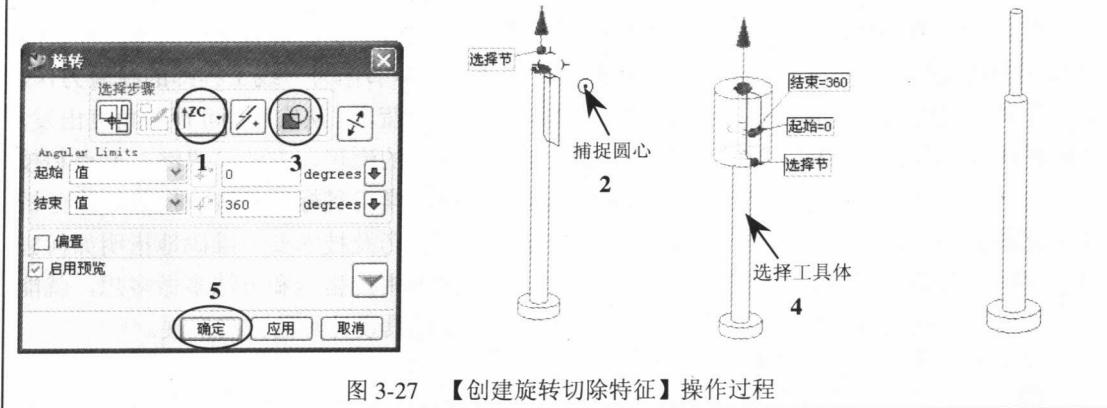

图 3-27 【创建旋转切除特征】操作过程
(10) 选择刚才创建的草图截面，接着在【成形特征】工具条中单击【旋转】按钮，弹出【旋转】对话框，然后根据图 3-27 所示操作过程进行操作。